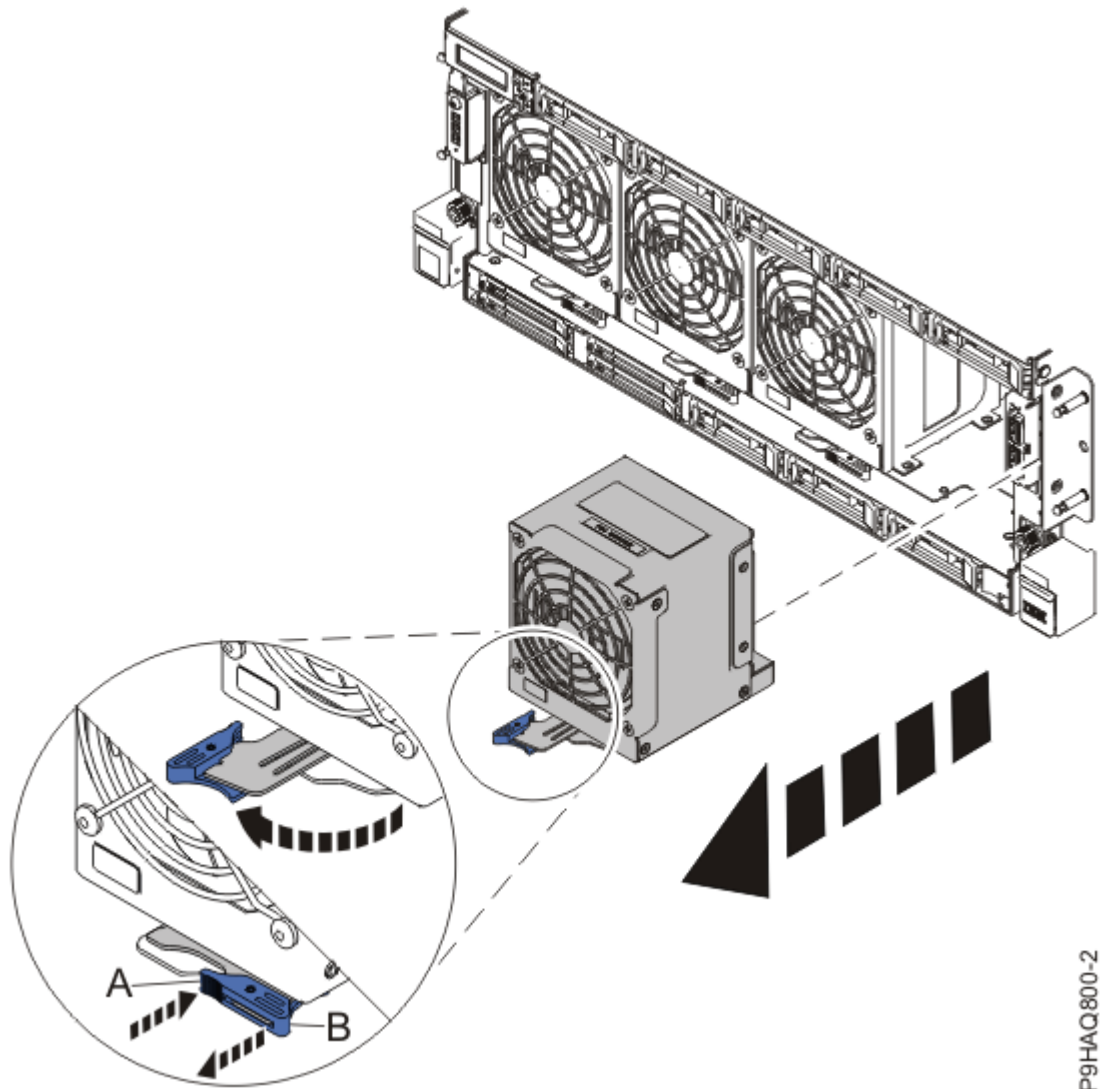

Abbildung 11. Vorderen Lüfter ausbauen
1. Legen Sie Ihren Daumen auf die Verriegelung **(A)** und Ihren Zeigefinger auf die Verriegelung **(B)** (siehe Abbildung 11 auf Seite 14).